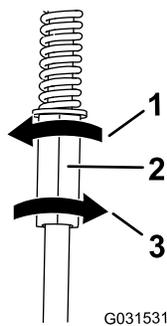

Figura 65
4. Ruotate l'asta di controllo di sinistra a incrementi di un quarto di giro finché la macchina non procede in linea retta (Figura 65).